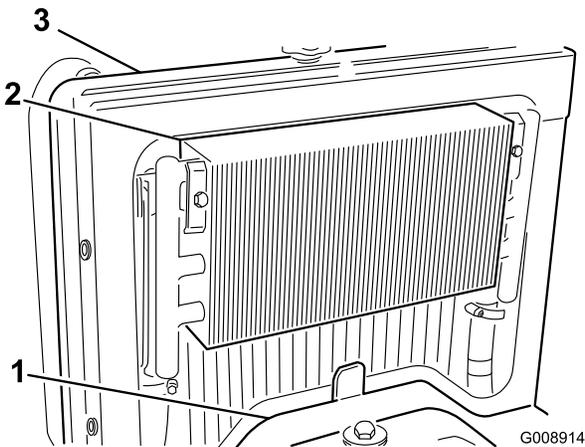

Figure 69
3. Déposez le panneau d'accès (Figure 69).